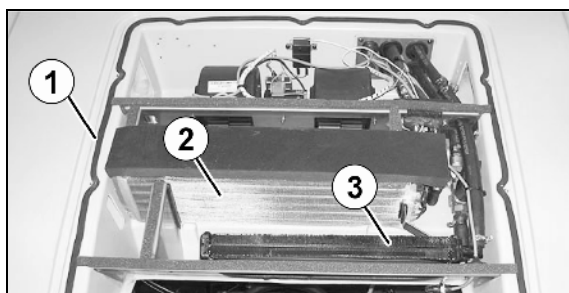

Fig. 171
2. Blæs fordamper (Fig. 171/2) og varmvandsradiator (Fig. 171/3) af med trykluft (maksimal 5 bar).
3. Udskift beskadigede pakninger (Fig. 171/1) under afdækningen.